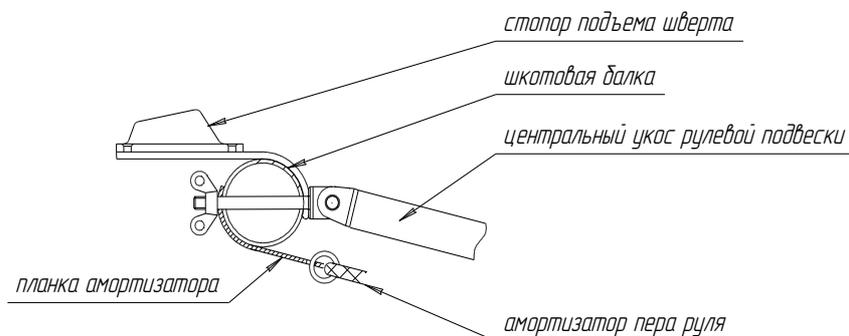
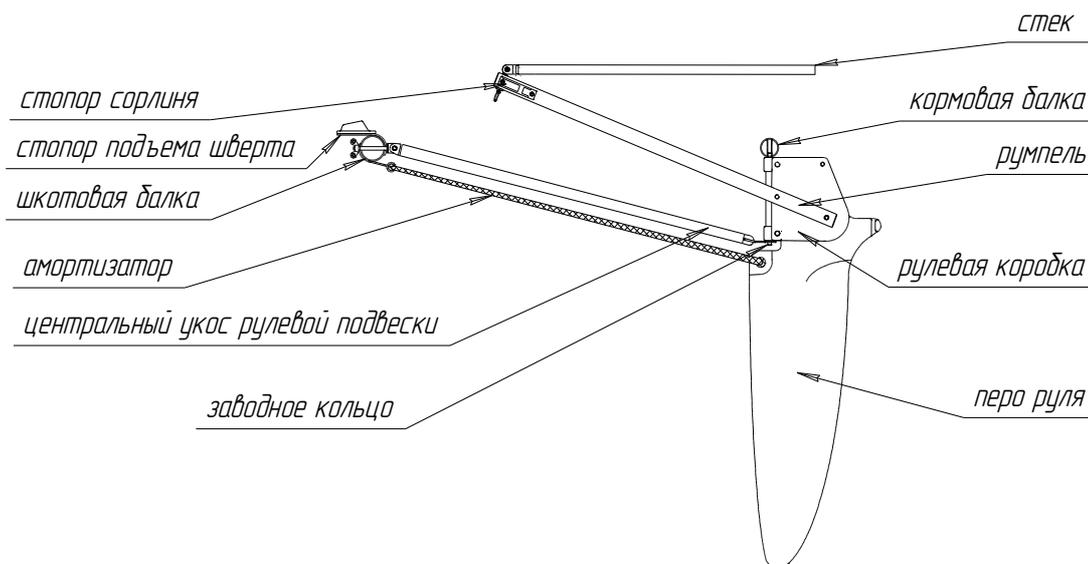

рис.8. Крепление переднего укоса рулевой коробки к шкотовой балке.
рис.11. Рулевое устройство.
14. Присоедините передний укос рулевой подвески к шкотовой балке. Для этого: наденьте на откидной болт переднего укоса рулевой коробки планку с клиновым стопором, установите болт на шкотовой балке и, подложив планку амортизатора пера руля, зафиксируйте гайкой-барашком (рис.8).
- 1.Установите рулевую коробку (рис.11.). Для этого:
2. Установите перо руля в рулевую коробку, зафиксируйте болтом (М8х75), наденьте на этот болт румпель, закрепите гайкой-барашком. Румпель должен располагаться таким образом, чтобы стек был сверху (рис.11.). Зафиксируйте румпель вторым болтом.
3. Закрепите амортизатор пера руля на планке, установленной на шкотовой балке (рис.8.,рис.11.). Таль подъема пера руля (сорлинь) заведите в клиновой стопор на румпеле. Для предотвращения выпадения сорлиня из стопора завяжите на ходовом конце узел "восьмерка".